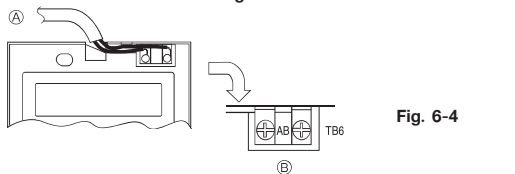

Fig. 6-4
2) ขั้นตอนการต่อ (Fig. 6-4)
① ต่อสายรีโมทคอนโทรลเข้ากับเทอร์มินัลบล็อก